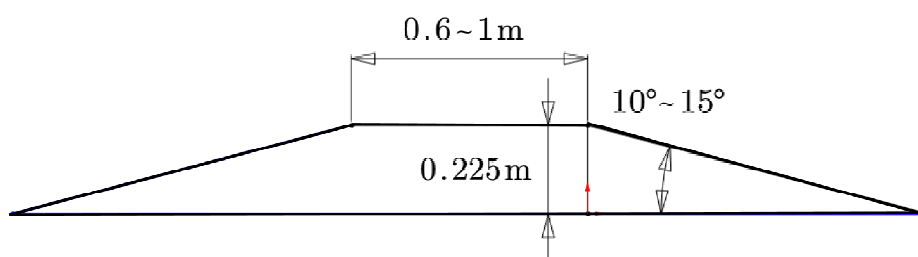

图 7 斜坡尺寸图
4. 斜坡设计：为考察机器人的地形感知能力，本次比赛加入了斜坡设计。机器人可针对不同类型的地形进行智能决策，自调整为相对应的步态，从而实现跨越斜坡，缩短路程。其中斜坡宽度为 1 米，其余尺寸如图 7 所示。